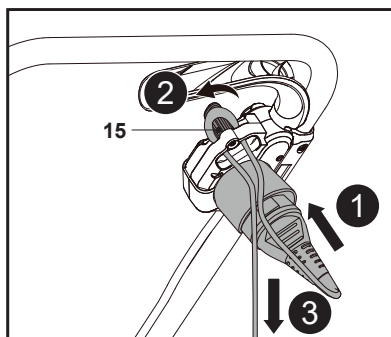

Fig. 9
1. Ligue a extremidade de saída de um prolongador à entrada de alimentação do corta-relva. Faça um laço no prolongador e pendure o laço no alívio de tensão do cabo (15). (Fig. 9, passos 1 e 2).
2. Puxe delicadamente o prolongador para se certificar de que está devidamente apertado (Fig. 9, passo 3).